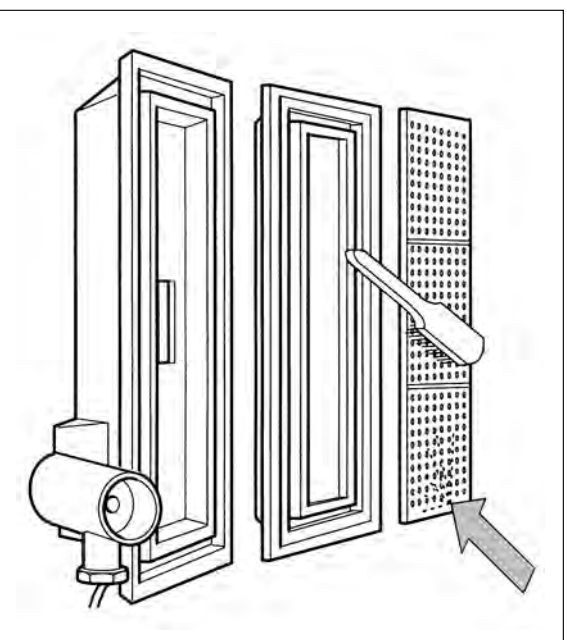

Fig. 38
- Asportare la copertura del bruciatore (pos. 3).
- Sganciare le cerniere laterali di chiusura (pos.2).
- Rimuovere il bruciatore ceramico e, se necessario, pulirlo con una spazzola morbida (non metallica) oppure con aria compressa (Fig. 38).